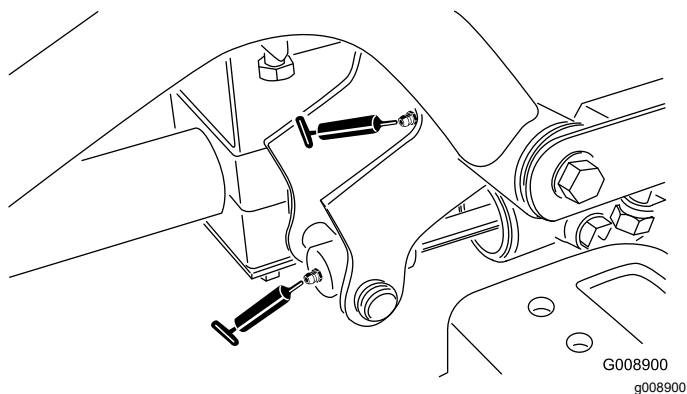

Рисунок 66
- Гидроцилиндр поворота и подъема правого переднего подъемного рычага (2 штуцера – Рисунок 66)